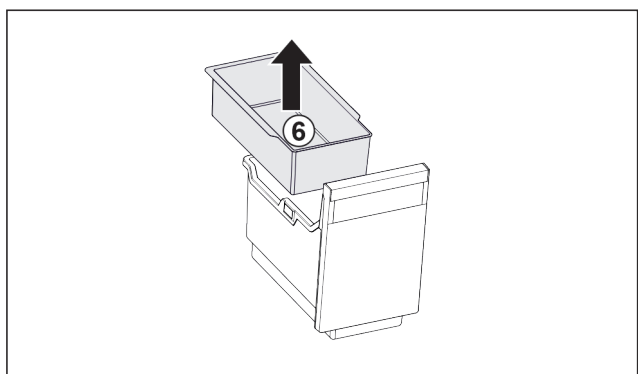

Fig. 101
- ▶ Ta ut det hängande facket Fig. 101 (6).